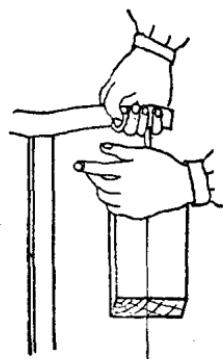

图 2-4 纵断锯割
2. 纵断锯割 先将划好锯割线的木料置于木凳上（或将前段垫起来），用右脚踏在木料上，约与锯割线成 $65^{\circ}\sim90^{\circ}$ 夹角，左脚尖偏向木料约与锯割线成 $5^{\circ}\sim10^{\circ}$ 夹角，开始锯割时，左脚尖距木料端要留适当距离，踏牢为宜，以后逐渐后退。引锯后，左手要移到锯条上端背上，用双手锯割（图2-4）。